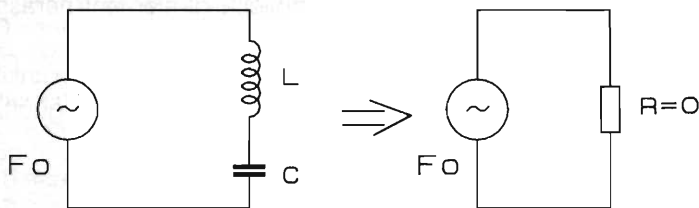

figura 3 - Risonanza in un circuito LC in serie ($X_L = X_C$)
– circuito LC in serie: alla frequenza di risonanza si comporta come un circuito avente resistenza nulla (vedi figura 3).